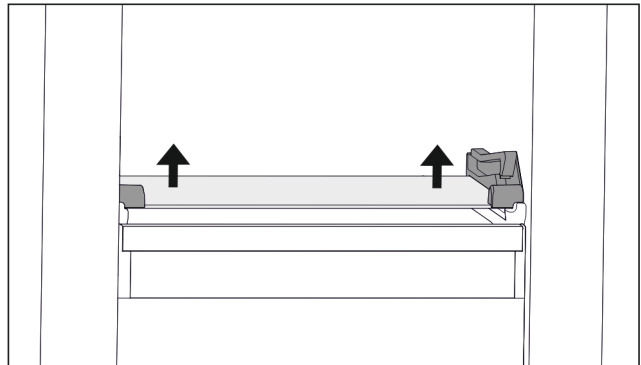

Fig. 61 Скляна пластина відкидного висувного ящика
- ▶ Скляну пластину натиснути з обох боків знизу вгору. (див. Fig. 61)